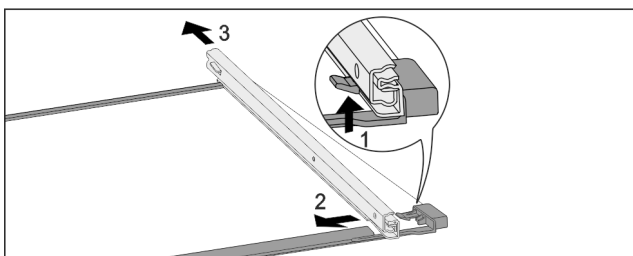

Fig. 174 Glasplaat met rails
- ▶ Voorste vergrendelhaak naar boven duwen. Fig. 174 (1)
- ▶ Uitschuifrail naar de zijkant Fig. 174 (2) en naar achteren Fig. 174 (3) wegschuiven.